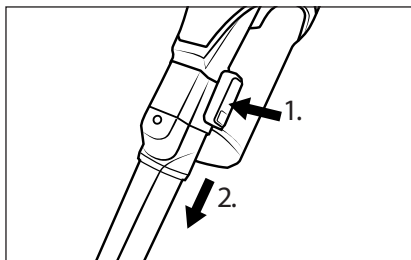

Fig. 15
- ♦ Per rimuovere gli accessori, tenere premuto il tasto di sblocco dell'accessorio e sfilare l'accessorio dal tubo di aspirazione 23 oppure dall'apertura di aspirazione dell'apparecchio (vedere fig. 15).